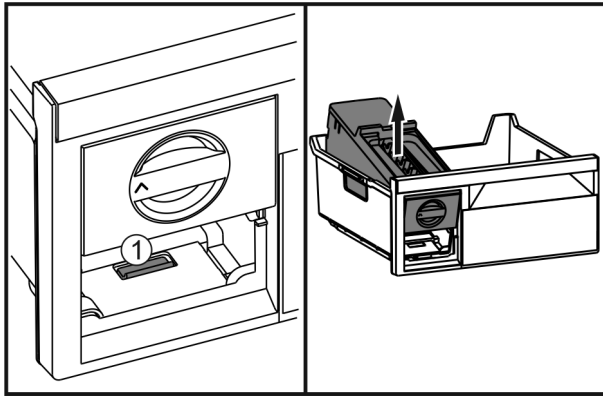

Fig. 56
- Lasche Fig. 56 (1) drücken, EasyTwist-Ice von hinten anheben und aus dem Gefrierschubfach herausnehmen.